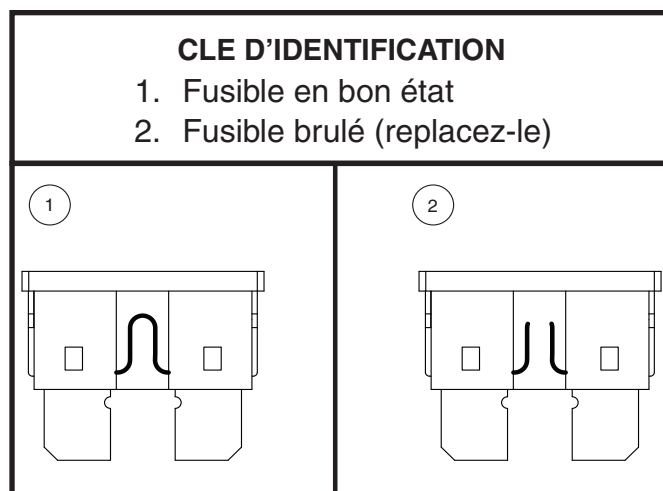

Figure 16. Le remplacement des fusibles
2. Examinez-le pour vérifier s'il est brûlé. **Voir la figure 16.**